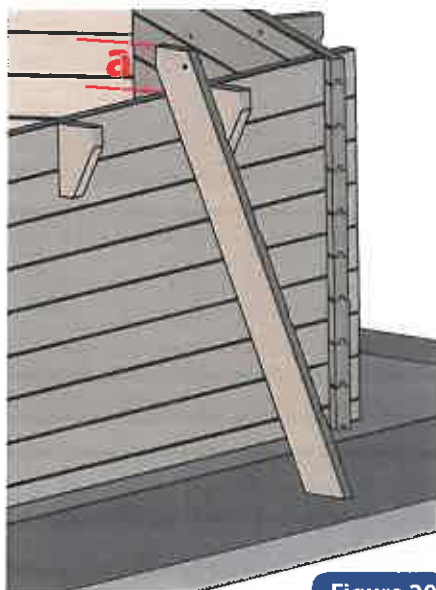

Figure 20
- Recoupez les limons de l'échelle en reportant la dimension a (figure 20) au bas du limon de l'échelle et sciez la partie a extraire.